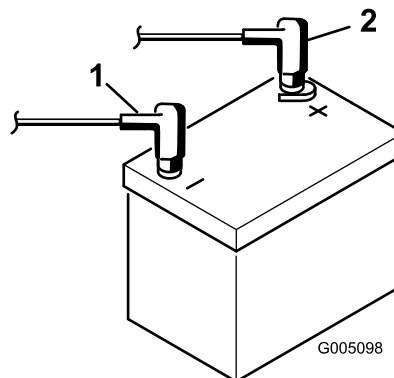

Figura 8
- Collegate il cavo positivo (rosso) al morsetto positivo (+) e il cavo negativo (nero) al morsetto negativo (-) della batteria, e fissateli con i bulloni e i dadi (Figura 8). Fate scorrere la guaina di gomma sul morsetto positivo per evitare un cortocircuito.